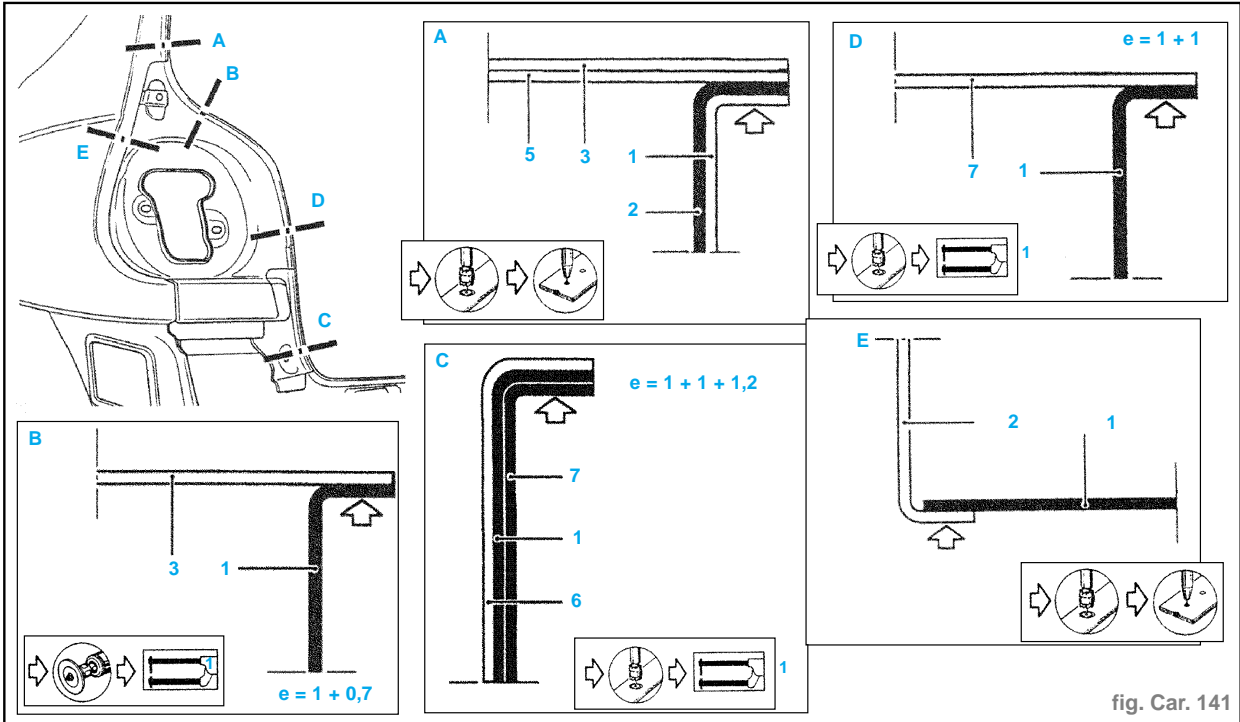

fig. Car. 141
- Pièces concernées (fig. Car. 141 et 142) :